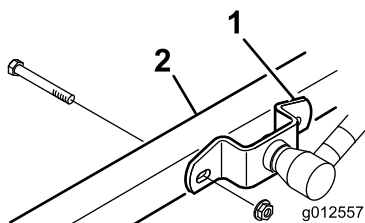

図 2
3. カッティングユニットを下降させ、昇降アームブラケットをキャストアームに固定している4本のボルトとナットを外す 図 2。